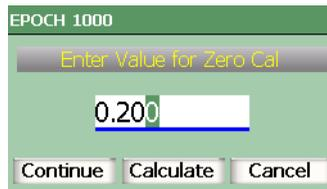

Abbildung 9-2 Das Dialogfeld Eingabe Nullpunktjustierung
7. Sobald der Messwert stetig bleibt, **1/5 > Auto JUST > JUSTNull** anwählen. Der Bildschirm erstarrt und das Dialogfeld **Eingabe Nullpunktjustierung** wird eingeblendet (siehe Abbildung 9-2 auf Seite 139).
Der Bildschirm erstarrt und das Dialogfeld **Eingabe Nullpunktjustierung** wird eingeblendet (siehe Abbildung 9-2 auf Seite 139).